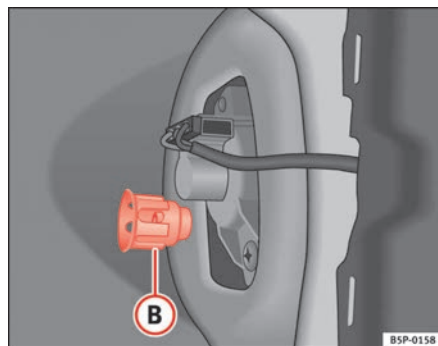

Fig. 185 Luz de población/freno
- Desenrosque la pieza de plástico ⇒ fig. 185 **B** que fija el piloto. Para iniciar el giro le puede ser de ayuda, insertar el destornillador en dicha pieza.